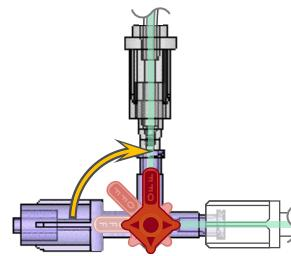

Figura 3 – Torneira do DyeVert Power XT fechada
9) Feche a torneira do DyeVert Power XT para a *torneira de seleção de válvula*. (Ver Figura 3)